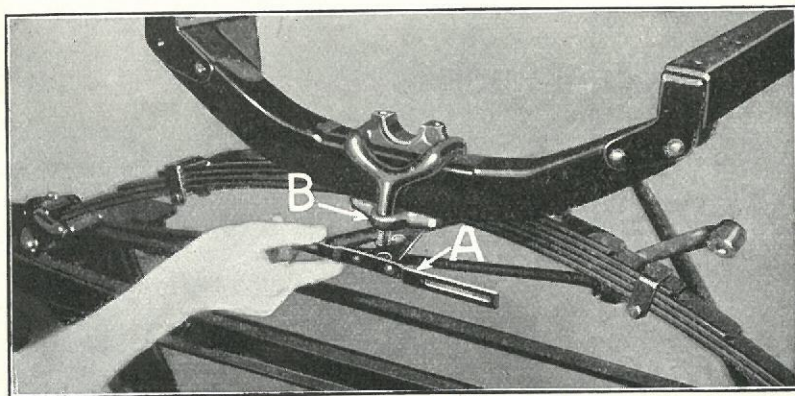

Fig. 59
- (e) Aftag Krumtaphusets forreste Rammeleje og Taskebolt ved at afskru Møtrikkerne og borttage Nummerpladeholder (se Fig. 59-A) og Taskebolt-Spændestykke »B«.
Fastspænd de to Taskeboltsmøtrikker (Fig. 59-A) og sikrer dem med Splitter.